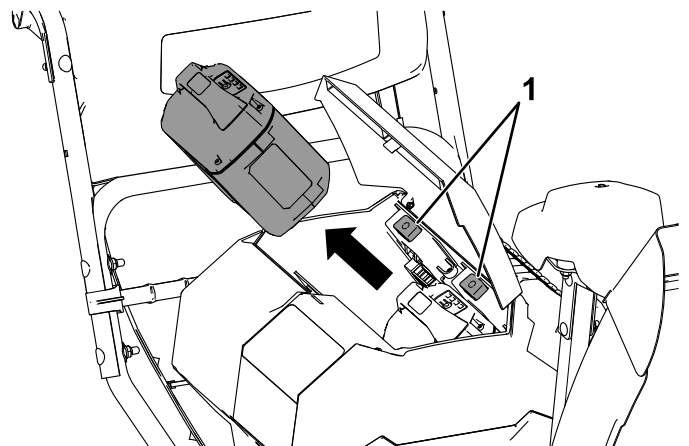

Figure 27
2. Appuyez sur le verrou de la batterie pour la débloquer et la retirer (Figure 27).